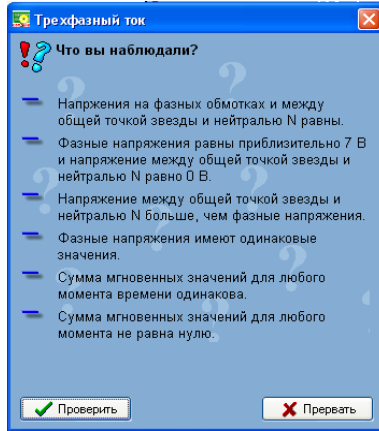

Рис. 9. Вопрос по эксперименту 1
10. Из предложенных ответов выбрать верные, ответив на вопрос по эксперименту (рис. 9).